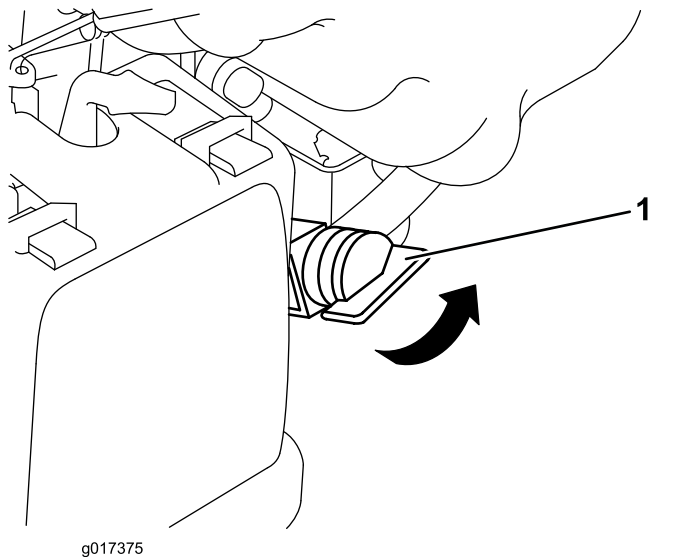

Figura 12
2. Rode a válvula do combustível para a posição LIGAR (Figura 12).